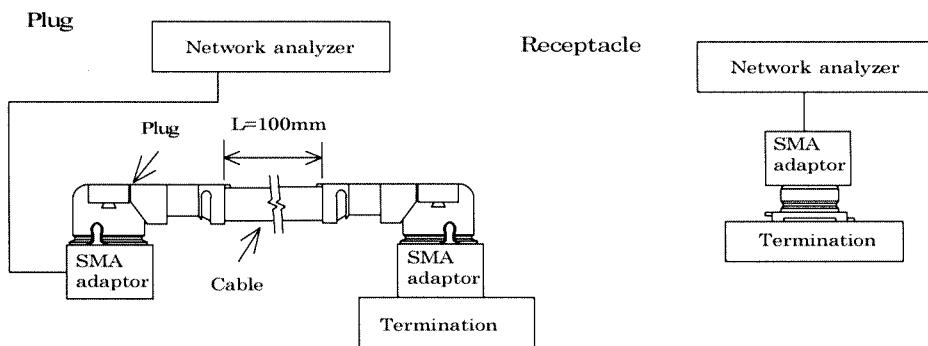

Fig.3
(3) Dielectric withstanding voltage / 耐電圧
(4) VSWR
- A. Testing : Measure the VSWR as shown in Fig.3 by the network analyzer.
- A. 試験法：ネットワークアナライザーにて Fig.3 のようにVSWRを測定する。